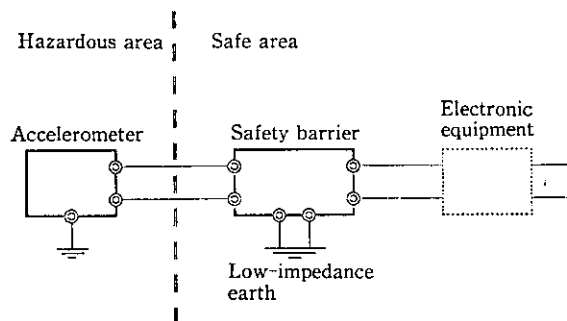

Fig. 2 Construction of intrinsic safety accelerometer
- (1) 振動センサと事故時に電流および電圧を制限する安全保持器を接続して使用することが前提となる。そして、この安全保持器は爆発性ガスのない場所（非危険場所）に設置されなければならない (Fig. 2)。
- (2) 振動センサのケースは十分な気密性を持ち、爆発性ガスが容易にケース内に侵入しない構造になっている。
- (3) 振動センサ内の主要な電気回路は絶縁性の高い合成樹脂でモールドされている。
- (4) 電気回路の配線間隔、プリント基板上のパターン間隔および電気部品相互の距離は、回路電圧によって定められた一定の距離を保つように設計され、容易に短絡事故を起こさない構造になっている。
- (5) 振動センサに使用している圧電素子が、衝撃により高電圧を発生し、電気火花によりガス爆発を起こさないように、発生電圧を抑制する回路構成になっている。
- (6) 電気回路に短絡、断線が生じた場合でも、電気火花によりガス爆発が生じないように、電圧および電流を抑制する回路になっている。